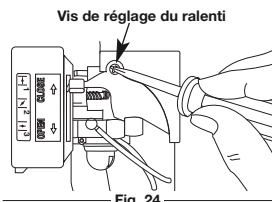

Fig. 24
La vitesse de ralenti du moteur est réglable à l'aide d'une vis de réglage accessible par un trou situé sur le dessus du couvercle du moteur (Fig. 24).
2. Relâchez la manette des gaz et laissez le moteur tourner au ralenti. Si le moteur s'arrête, insérez un tournevis cruciforme entre la couverture du filtre à air et celle du moteur (Fig. 24). Tournez la vis du ralenti dans le sens des aiguilles d'une montre, 1/8 de tour à la fois (selon le besoin) jusqu'à ce que le moteur tourne au ralenti sans à-coups.